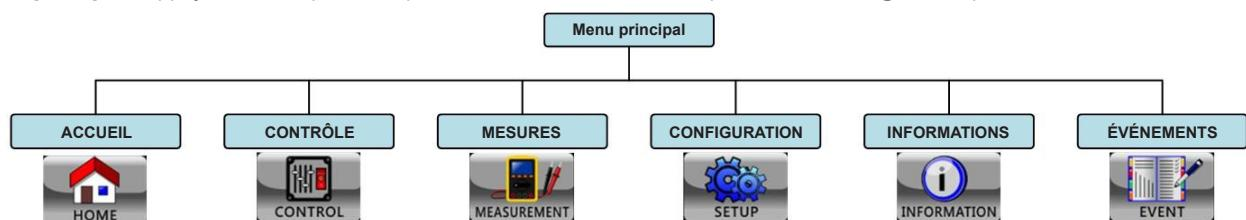

Figure 4.4 Arborescence des menus
- ① **Mode de fonctionnement de l'onduleur :** Présente le mode de fonctionnement actuel de l'onduleur et son état.
- ② **Diagramme opérationnel de l'onduleur :** Affiche le diagramme opérationnel actuel et les données mesurées.
- ③ **Menu principal :** Appuyez sur chaque icône pour ouvrir les sous-menus. Reportez-vous à la figure 4.4 pour voir l'arborescence des menus.
- ④ **Puissance nominale de l'onduleur :** Affiche la puissance nominale de l'onduleur.
- ⑤ **Date et heure :** Affiche la date et l'heure actuelles.